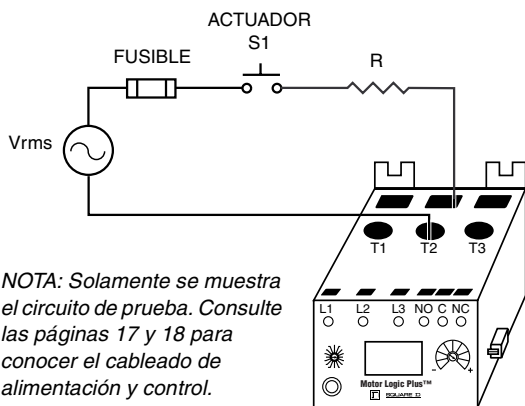

Figura 7: Circuito de prueba por falla a tierra
4. Construya el circuito de prueba indicado en la figura 7. El circuito de prueba simula una condición por falla a tierra al generar corriente en una de las fases. La corriente que pasa por el TC deberá estar ajustada entre el 115% y 150% del ajuste de GF, y deberá pasar solamente por una ventana del TC.